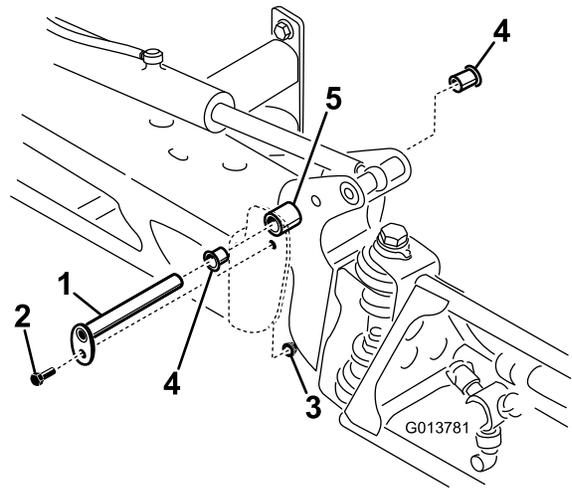

Figura 98
3. Con el peso del brazo apoyado, retire el perno y la tuerca que fijan el pasador de giro al conjunto del brazo (Figura 98).
4. Retire el pasador de giro (Figura 98).
6. Retire los casquillos de nailon desde delante y desde detrás del soporte pivote e inspecciónelos (Figura 98).
8. Instale el conjunto de brazo y soporte del pivote en el bastidor central, alineando los orificios (Figura 98).